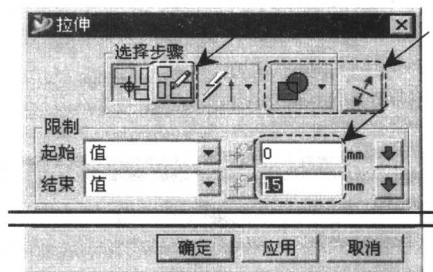
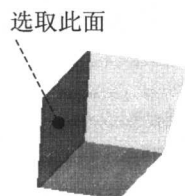

图 1.6 “拉伸”对话框(二)
图 1.7 选取平面
(1) 选择下拉菜单 **插入(I)** → **设计特征(D)** → **拉伸(E)** 命令 (或单击 **拉伸** 按钮), 弹出图 1.6 所示的“拉伸”对话框(二)。
(2) 定义拉伸剖面。
① 单击“拉伸”对话框(二)中的“草图剖面”按钮, 系统进入草绘环境。
② 定义草绘平面。选取图 1.7 所示的模型表面为草绘平面, 单击 **选择** 按钮。